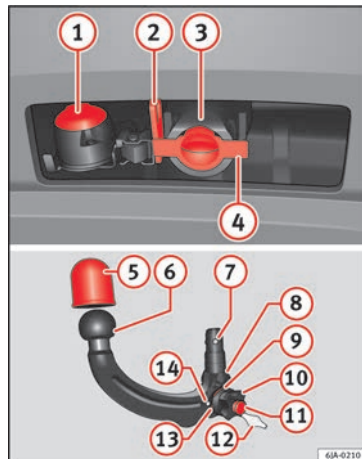

Fig. 195 Soporte del dispositivo de enganche para remolque/barra de cabeza esférica.
Leyenda de la » fig. 195
- Retire el tapón del orificio del casquillo de sujeción ④ » fig. 195 tirando hacia abajo.
- Coloque el tapón del orificio del casquillo de sujeción **(4)** » **fig. 195**.